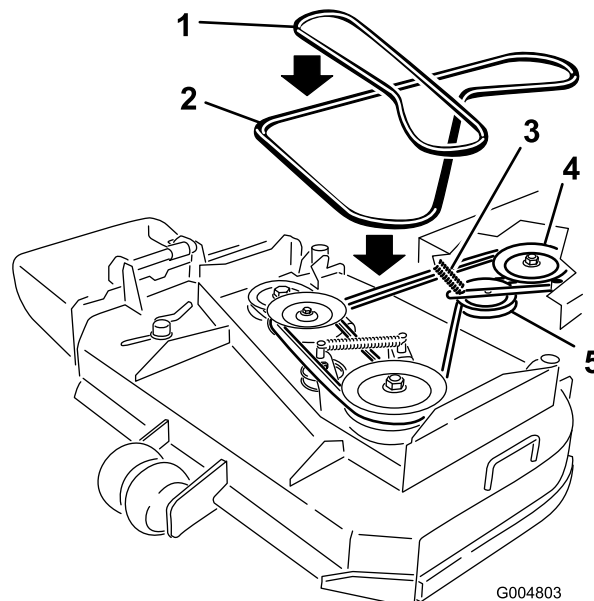

Figure 39
- Retirez la courroie de la poulie centrale sur le plateau de coupe (Figure 39). Procédez avec précaution lors du retrait de la courroie, car la tension est augmentée par la poulie de tension rappelée par ressort.
- Retirez la courroie de la poulie de moteur et la poulie de tension rappelée par ressort (Figure 39).
- Placez une courroie neuve sur la poulie de moteur et la poulie de tension rappelée par ressort (Figure 39).
- Installez la courroie sur la poulie centrale du plateau de coupe (Figure 39). Procédez avec précaution lors de la repose de la courroie, car la tension est augmentée par la poulie de tension rappelée par ressort.